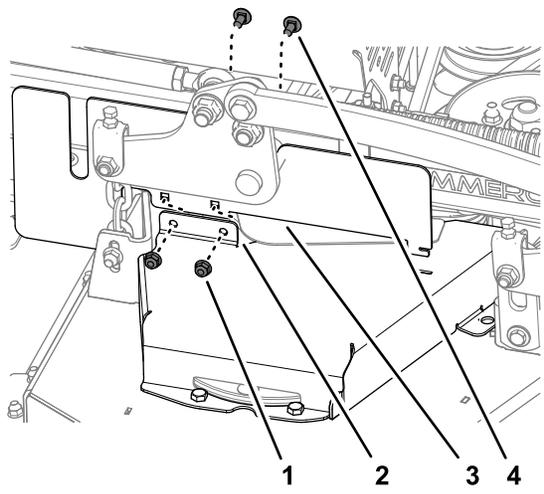

Figura 38
1. Retire os dois parafusos de carroçaria e duas porcas de bloqueio que prendem a cobertura CE do lado direito à cobertura da correia direita (Figura 38).